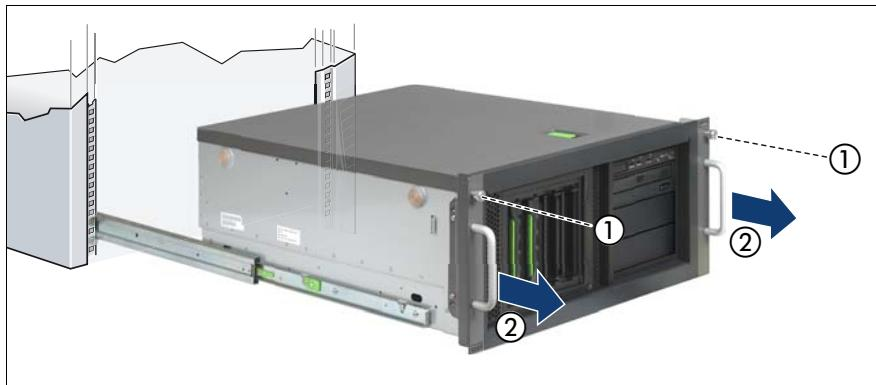

図 4: サーバをラックから引き出す
- ▶ 前面にある 2 本のネジ (28 ページ の図 4 を参照) をゆるめ、サーバを可能な限りラックから引き出します。